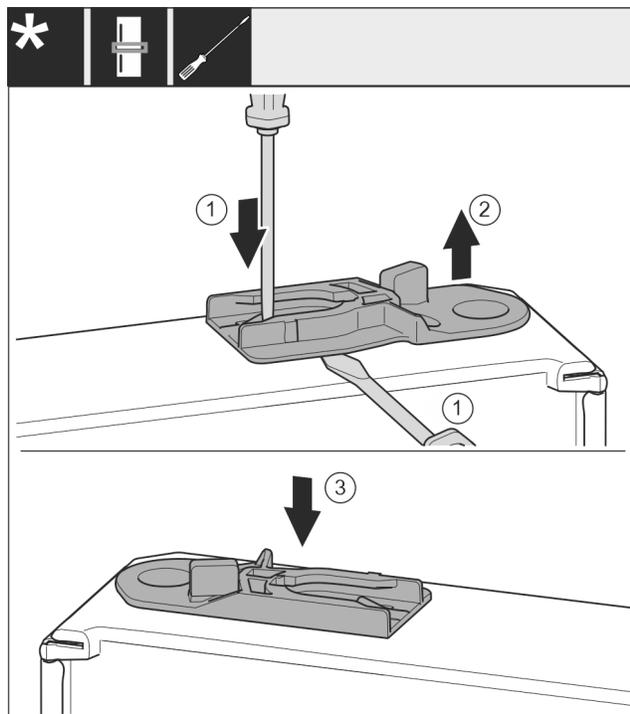

Fig. 41
Führungsbuchse herausziehen: Lasche Fig. 41 (1) mit Schlitzschraubendreher drücken und gleichzeitig mit Schlitzschraubendreher unter Führungsbuchse Fig. 41 (2) fahren.
Im Lieferumfang beiliegende Führungsbuchse Fig. 41 (3) auf anderer Gehäuseseite einschieben.